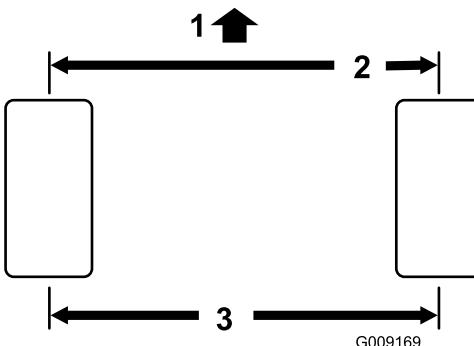

図 57
2. 後輪の前と後ろで、左右のタイヤの中央線距離を測るアクスルの高さ位置で計測図 57。